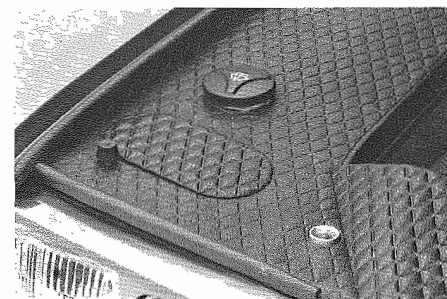

Fig. 26 - Tappo di carico
- Attraverso il tappo di carico (**Fig. 26**).
- Through the filler cap (**Fig. 26**).